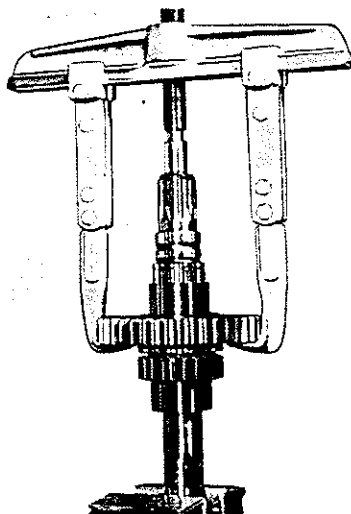

BILD 9: Lagerbüchse abziehen
4. Abziehvorrichtung am Zahnrad zum 1. Gang ansetzen und dieses samt Zwischenscheibe (6/21) und Lagerbüchse (6/20) abziehen (Bild 9).